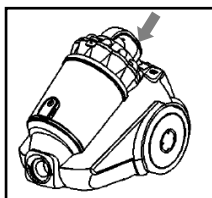

Fig. 4
- Débranchez l'aspirateur, tenez le réservoir par la poignée, appuyez sur le bouton de retrait du réservoir (L) et tirez-le vers le haut (Fig. 4).